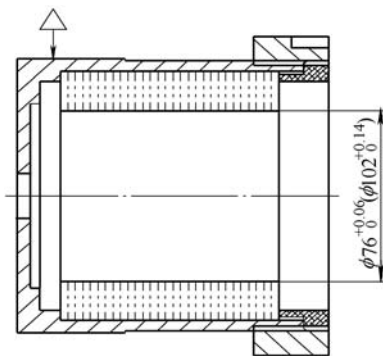

图6 套筒组件结构示意图
(1) 精车大、小圈内圆。利用专用套筒组件以外圆 $\phi 111\text{mm}$ 定位，一次可加工30件，精车小垫圈内圆至 $\phi 76\text{mm}$ ；待大、小垫圈分圈后，再精车大垫圈内圆 $\phi 102\text{mm}$ 。在装夹过程中注意垫圈之间不得有太大间隙，否则会影响内圆尺寸的精度要求。套筒组件如图6所示。